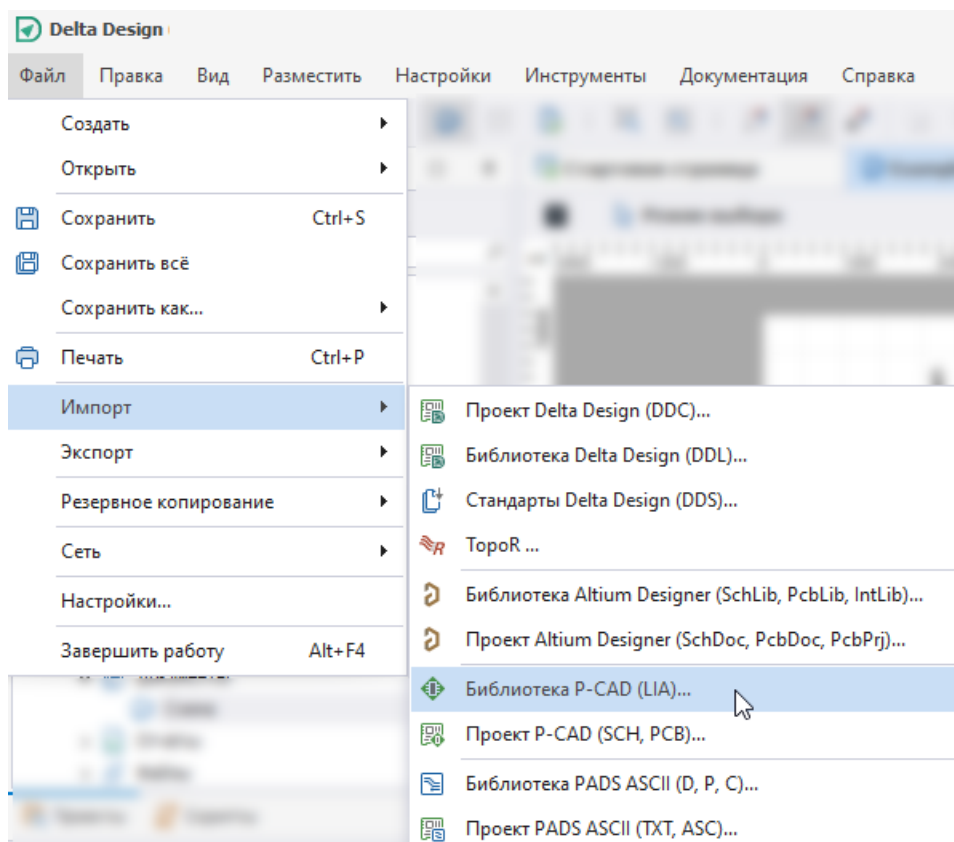

Рис. 5 Вызов мастера импорта из главного меню
1. В разделе «Файл» главного меню → выберите «Импорт» → «Библиотека P-CAD (LIA)...», см. Рис. 5.